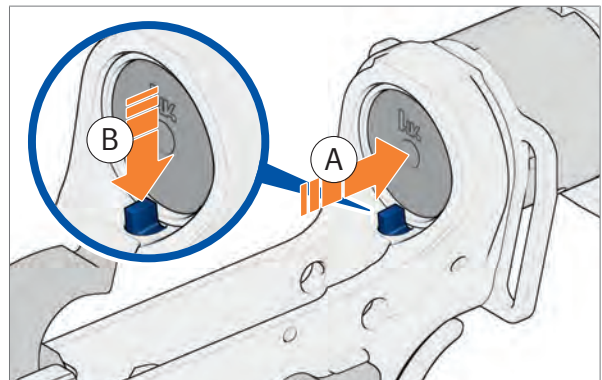

Abb. 93: Puffer und Haltebolzen für Puffer eindrücken
2. Puffer in die Schulterstütze eindrücken und halten (Abb. 93).
3. Haltebolzen für Puffer eindrücken und halten (Abb. 93).